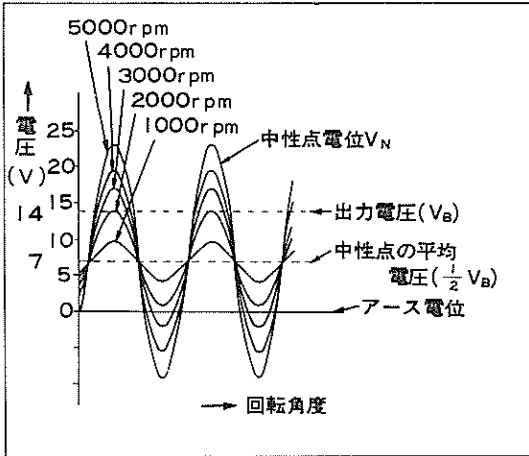

図5-77 中性点電位の変動
(1) 第3高調波により、中性点電位はオルタネータの回転数によつて図5-77のように変化する。